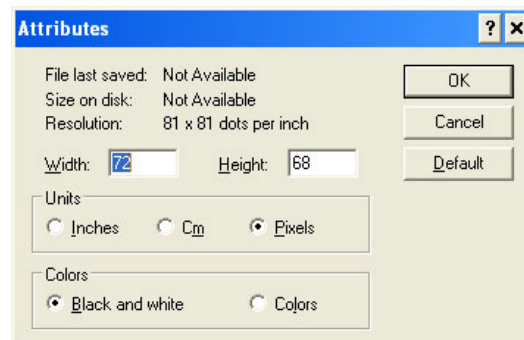

Abbildung 5-58:
- 5 Erstellen Sie das Logo auf der Seite (siehe Abbildung 5-58).